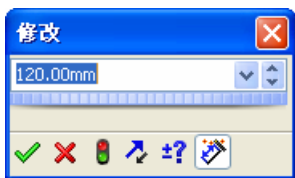
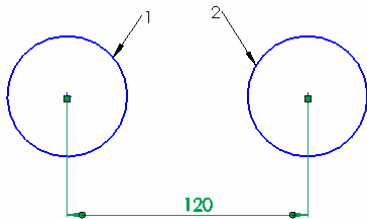

图 3-9 “修改”对话框
图 3-10 标注的尺寸
❸ 设置标注位置。移动鼠标到要放置尺寸的位置，单击鼠标左键，系统出现如图 3-9 所示的“修改”对话框。在其中输入要标注的尺寸值，然后按 Enter 键，或者单击“修改”对话框中的确定“确定”图标按钮，此时视图如图 3-10 所示，并在左侧出现“尺寸”属性管理器；